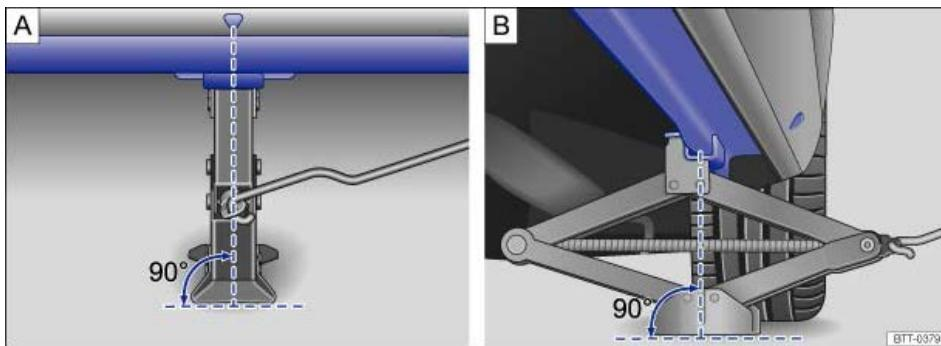

Abb. 296 Scherenwagenheber hinten an der linken Fahrzeugseite angesetzt.
Der Wagenheber darf nur an den gezeigten Aufnahmepunkten, den Markierungen in der Karosserie, angesetzt werden \Rightarrow Abb. 296 . Es gilt der Aufnahmepunkt, der sich bei dem jeweiligen Rad befindet \Rightarrow .
- Wagenheber nur an den beschriebenen Stellen ansetzen. Die Klaue des Wagenhebers muss den Steg des Unterholms sicher umfassen \Rightarrow Abb. 296 .